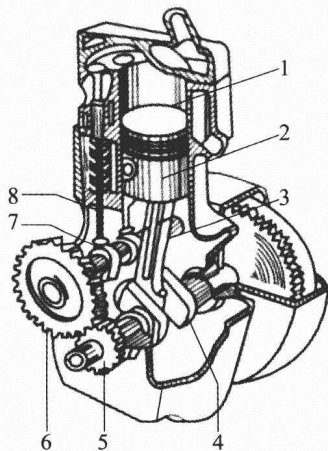

图 1-1 内燃机
(1) 内燃机如图 1-1 所示，①请指出图中哪些是零件、构件、通用零件、专用零件、标准零件；②概述内燃机中曲柄连杆机构是由哪些构件组成的，它们的作用是什么？